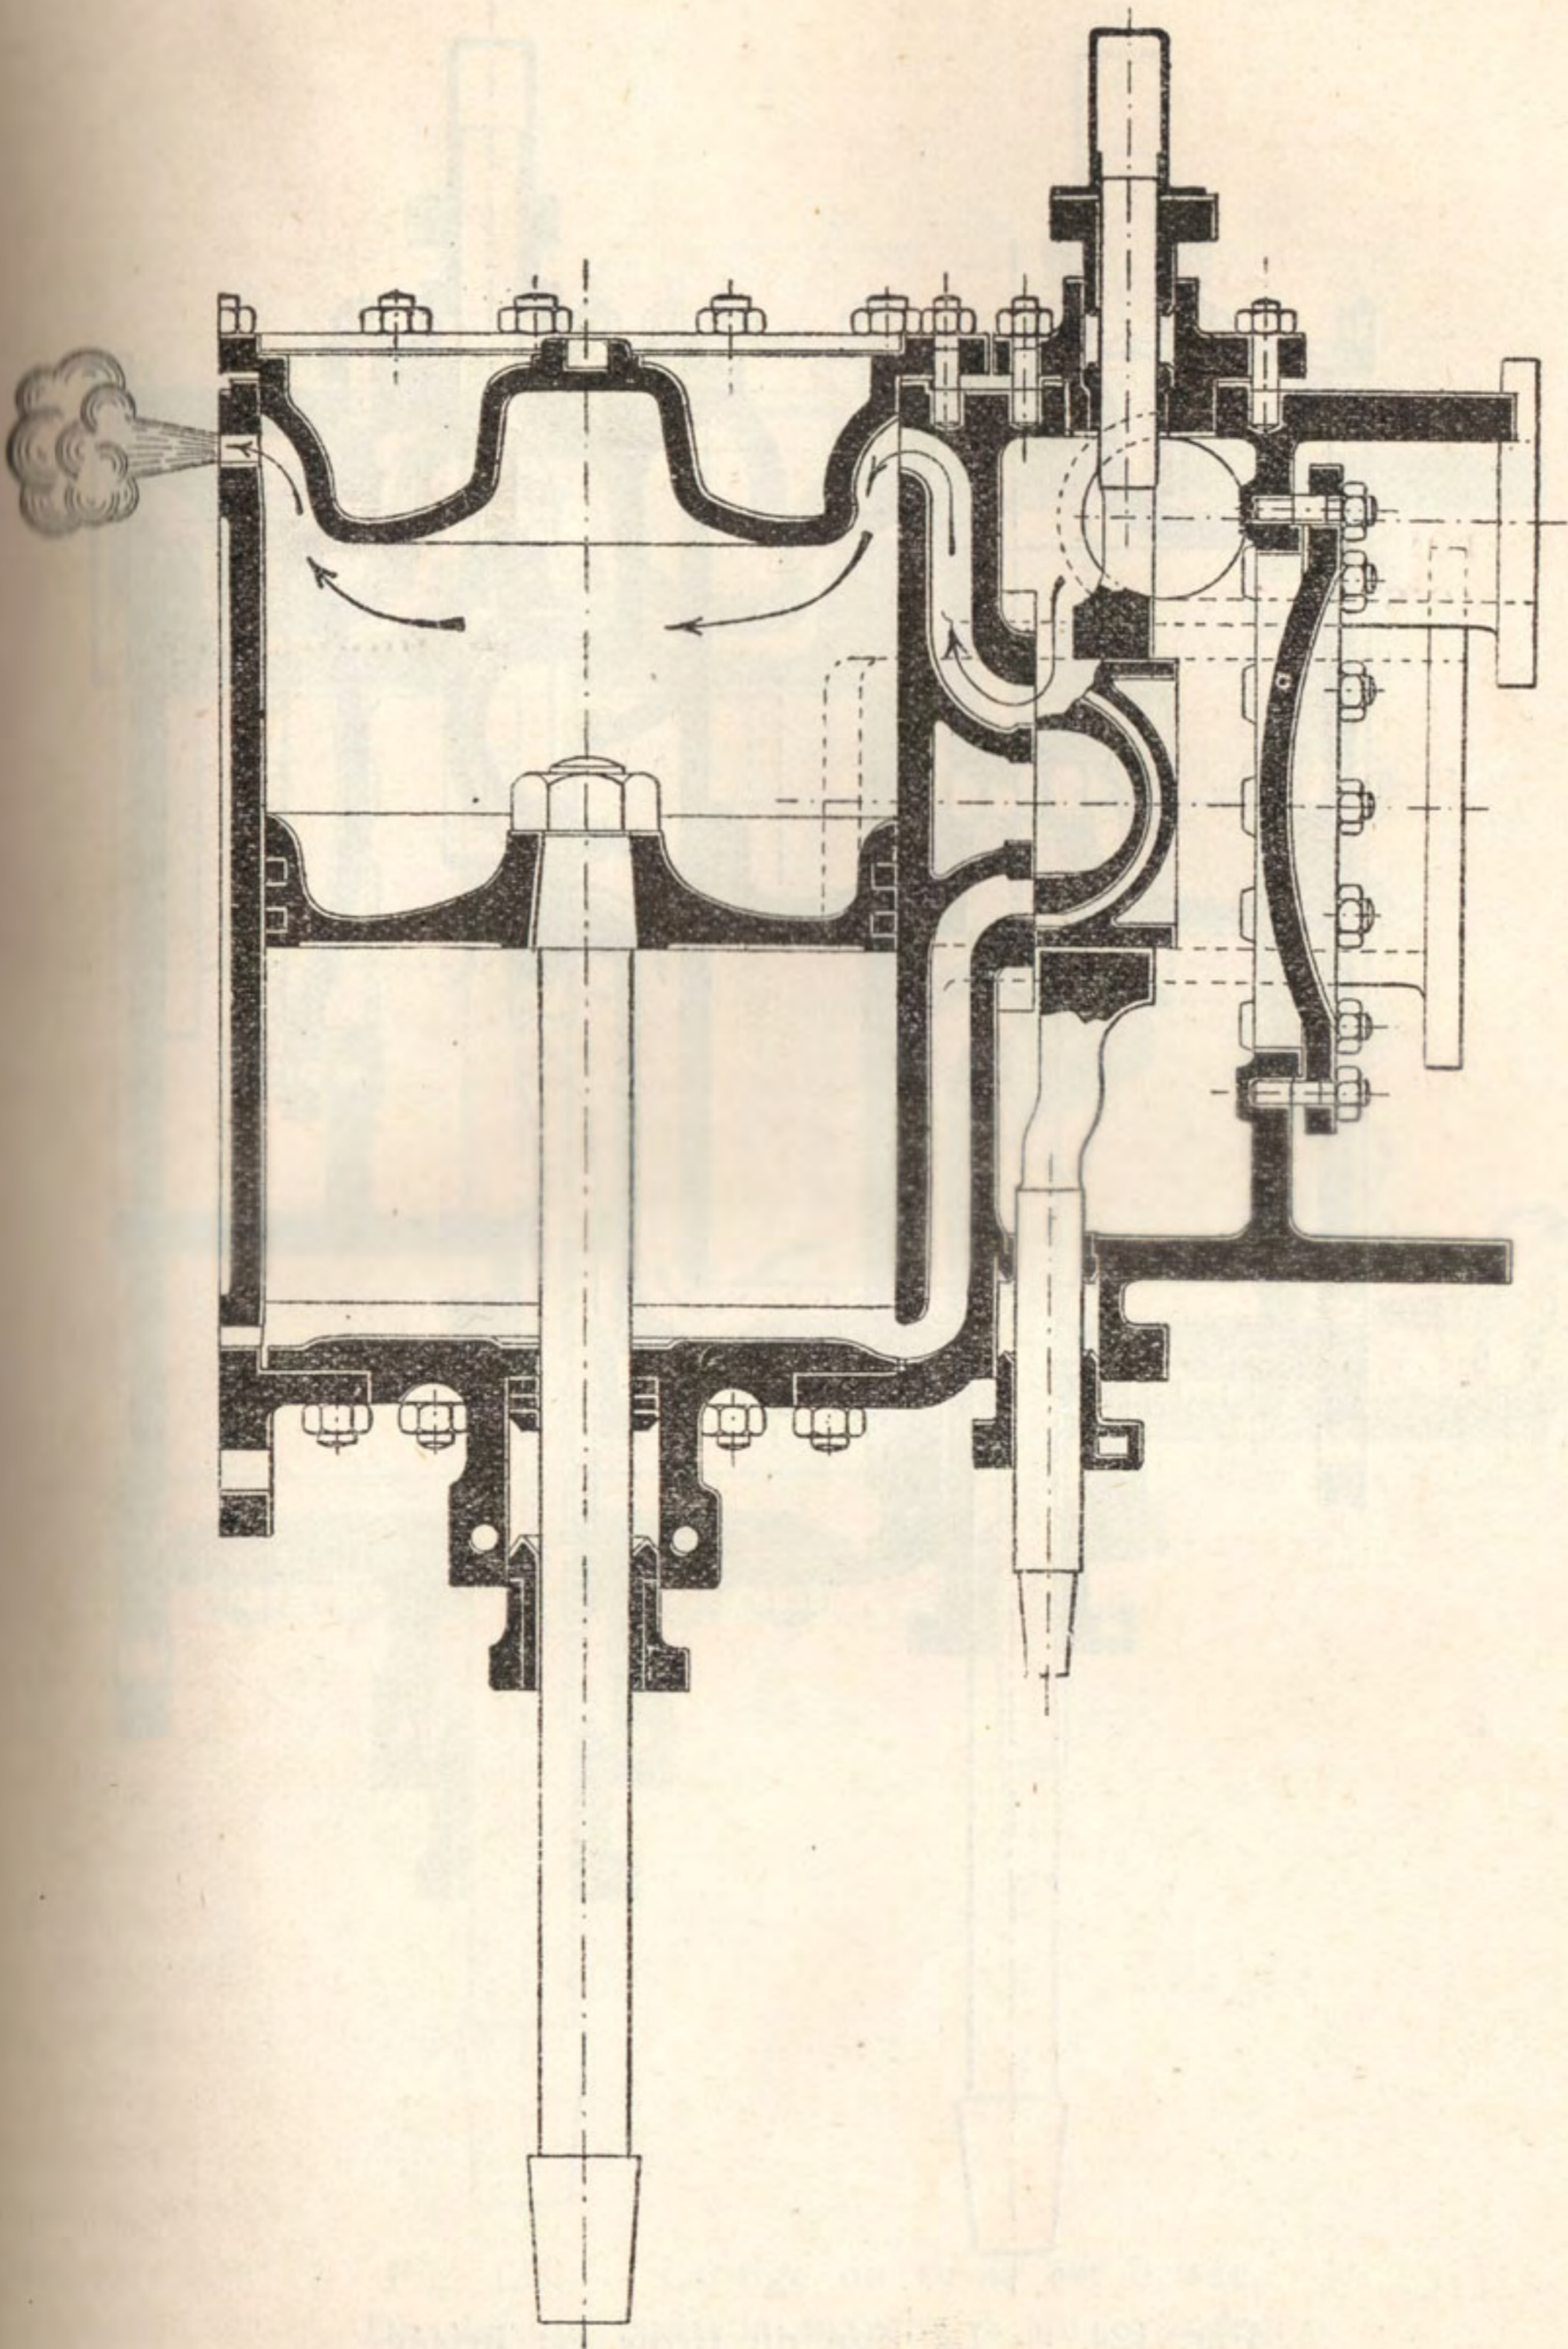

Fig. 123. — Le tiroir est avarié.
Il en conclut que le tiroir (fig. 123) ou l'attache du tiroir à la tige ou encore la table du tiroir est avarié, d'autre part, puisqu'un seul purgeur débite, la vapeur reste d'un même côté du piston, et le machiniste a la certitude que le piston est en bon état.
b) Si la table du tiroir ou le tiroir lui-même (fig. 123) est avarié, l'autre purgeur et parfois même la décharge donneront dans certaines positions du levier de changement de marche.